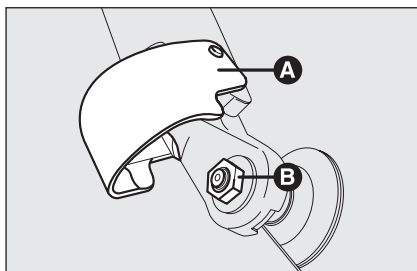

fig. 24
- ☐ levante la protección **A**-fig. 24 y desmonte el brazo del coche, aflojando la tuerca **B** que lo fija al perno de rotación;